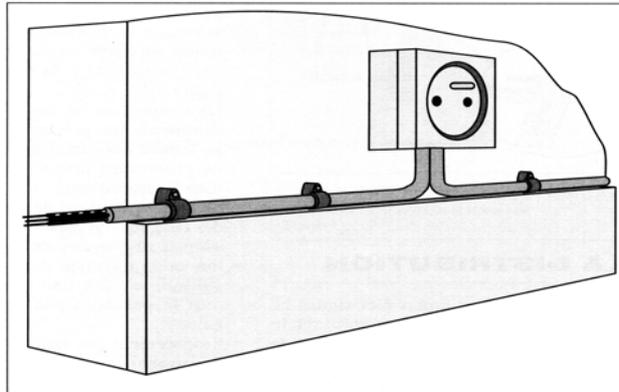

Figure 7.1- Pose à l'air libre
a) Pose à l'air libre : (voir figure 7.1)